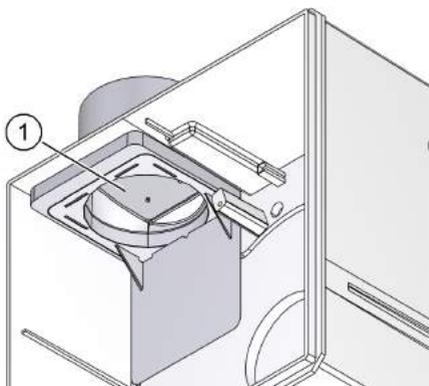

Рис. 38: проверить работу клапана, вытяжка сбоку
- ▶ Проверьте работу и доступ к противопожарному клапану/ обратному клапану (поз. 1 на рис. 38 или 39). Удалите возможные загрязнения.